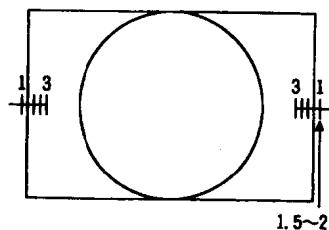

图 1-1-4
(1) 准备。接收圆形图案信号。亮度、对比度旋钮调至最大。
(2) 步骤。旋转 R702 (H 相位)，调整至左右尺寸相等，如图 1-1-4 所示。